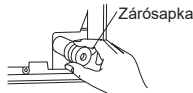

Fig. 1
- Az elvezető tömlőnek az áramlás megkönnyítésére lejtene kell. (Fig. 1)
- 2) Húzza ki a zárósapkát a beltéri egységből hátul jobb oldalt. (Fig. 1)